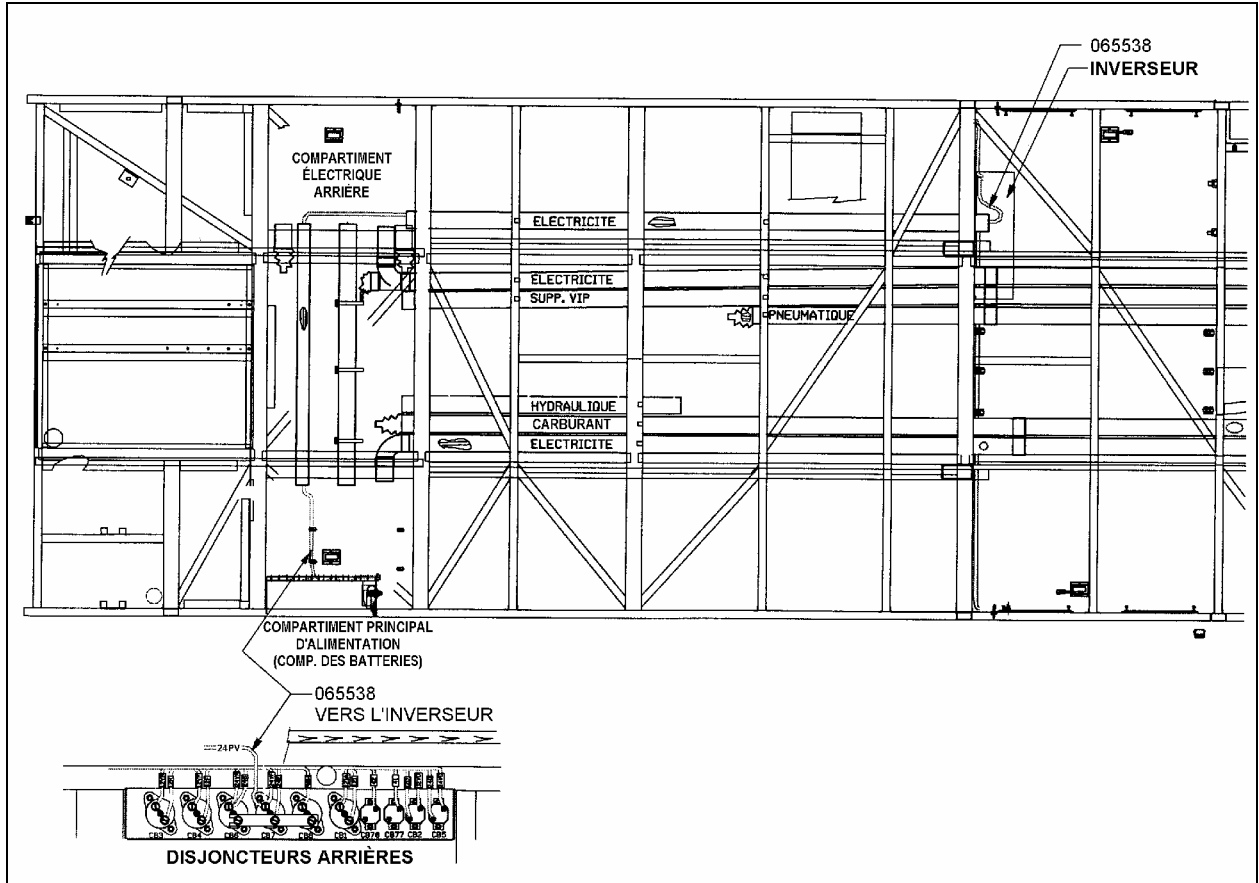

FIGURE 5
Remarque : Se référer aux figure 5, 6 et 7 pour toutes les étapes de cette marche à suivre.
1. Acheminer le câble 24PV (065538) entre le disjoncteur CB7 du compartiment principal d'alimentation et l'inverseur. Utiliser les canalisations de câbles et passer par le compartiment électrique arrière tel que montré à la figure 5.